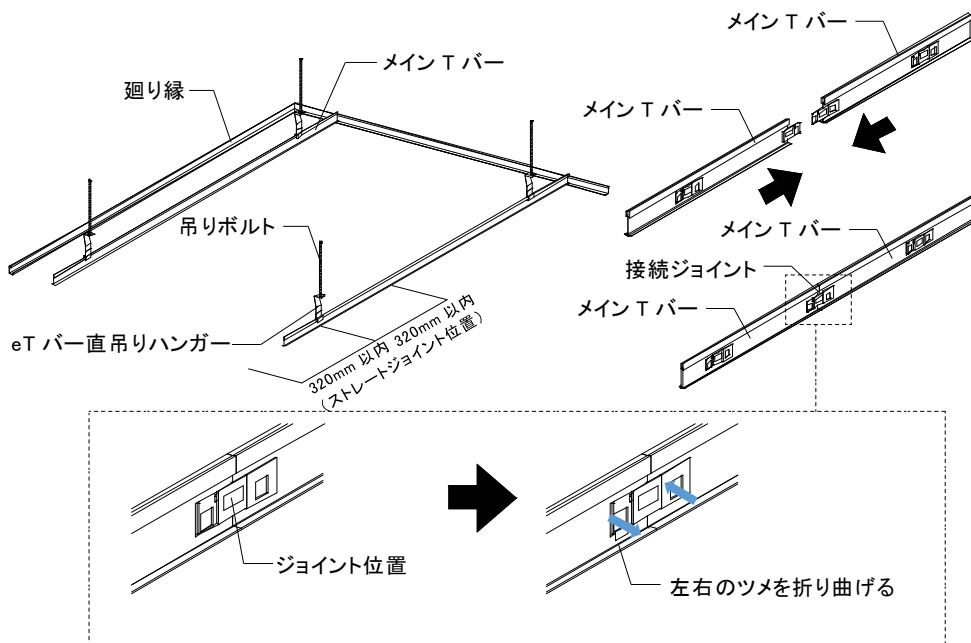

図2-4-2 Tバーの取付け②(メインTバー設置)
- ②メインTバーのストレートジョイントは、ハンガー芯から 320 mm以内に設置し、ストレートジョイント設置時は以下の点に留意すること。(図 2-4-2 参照)